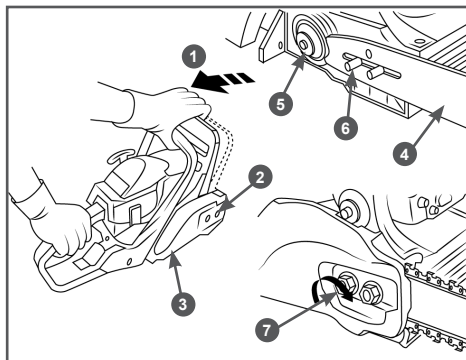

Рис. 2 Установка шины
1. Перед установкой шины и цепи убедитесь в том, что тормоз цепи находится в расторможенном положении. Для этого ручку тормоза 1 (Рис. 2) потяните на себя до щелчка.
2. Открутите гайки 2 и снимите крышку шины 3 (Рис. 2).
3. Установите шину 4 пазом на шпильки крепления шины 6 и передвиньте ее в сторону муфты сцепления 5 для облегчения установки цепи (Рис. 2).
- Вращая винт шестерни натяжения цепи 7 (Рис. 2) против часовой стрелки, установите палец натяжителя в крайнее левое положение. Установите на место крышку шины 3 (Рис. 2).
- Отрегулируйте натяжение цепи (см. раздел «Регулировка натяжения цепи» вращая винт шестерни натяжения цепи 7 (Рис. 2) по часовой стрелке.